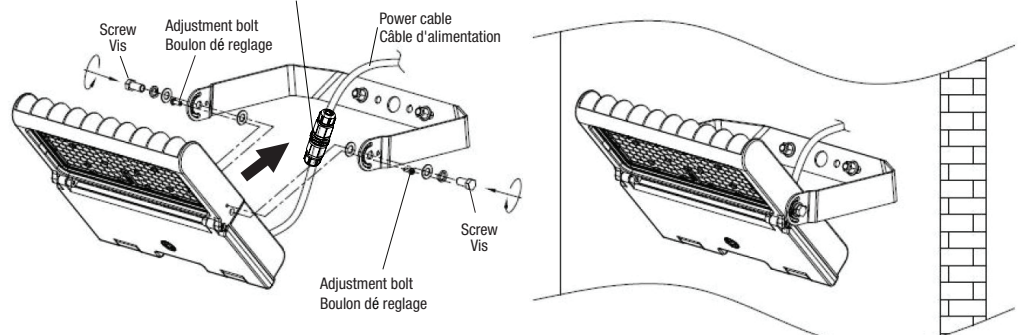

Fig. 1B
3. Installer le luminaire sur l'étrier en utilisant les deux vis comme montré sur la Fig. 1B.
4. Ajuster l'orientation du luminaire en utilisant les deux boulons de réglage (Fig. 1B).
6. Raccorder le câblage électrique entre la source d'alimentation externe et le luminaire en utilisant un connecteur étanche de câble électrique à l'extérieur certifié (Fig. 1B).